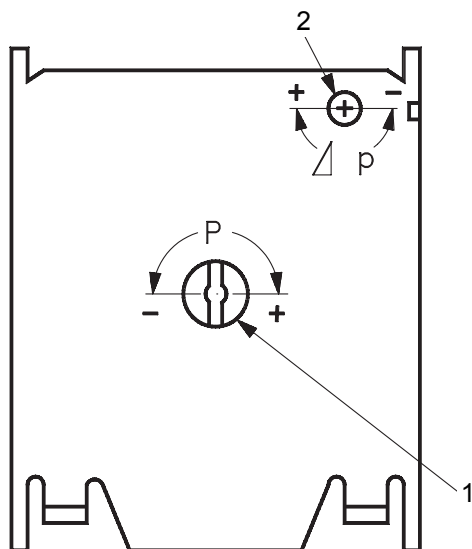

Рис. 6
A = число полных оборотов винта регулировки давления отключения, поз. 1 рис. 6.
3. Определить по точке пересечения с линией значений числа оборотов, сколько раз надо повернуть винт регулировки перепада давления, поз. 2, рис. 6.